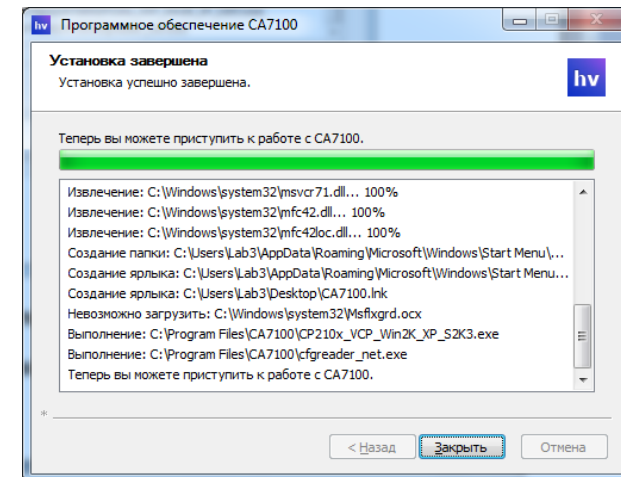

Рисунок 8.13
9) На екрані з'явиться вікно (рисунок 8.13) з інформацією про те, що встановлення програми "CA7100. Измерение С, tgδ, R" забезпечення Моста CA7100 завершено. Клацнути по кнопці **Закреть**, на Ро-